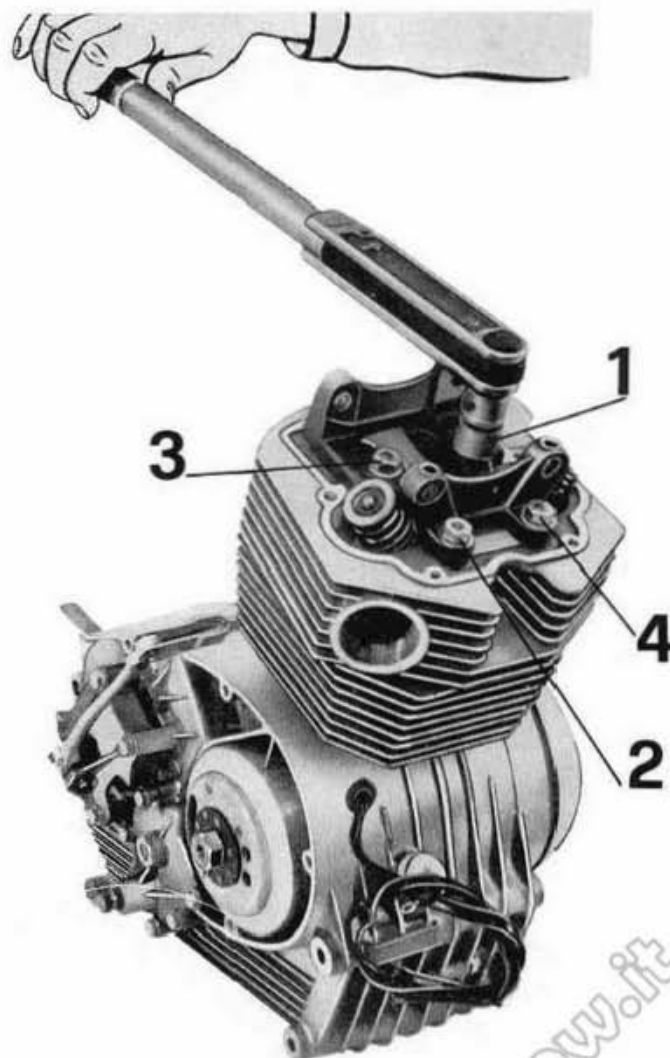

Fig. 30
- i dadi avvitandoli sui tiranti di fissaggio testa-cilindro al basamento senza bloccarli a fondo. Il bloccaggio dei quattro dadi deve avvenire con chiave dinamometrica ad una coppia di serraggio di kg/m 3 osservando l'ordine di bloccaggio di fig. 30 (1-2-3-4). Registrare il giuoco tra bilancieri e valvole adoperando apposito spessore numero 12909090 (C di fig. 53) vedere capitolo "Regolazione giuoco tra bilancieri e valvole" a pag. 32;